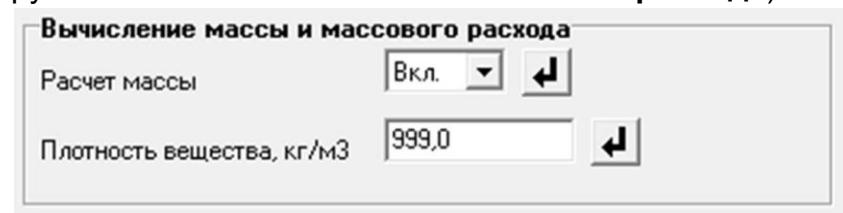

Рис.17. Вид группы параметров «Вычисление массы и массового расхода».
2.10.1. Для включения функции вычисления массового расхода и массы контролируемой жидкости необходимо параметру **Расчет массы** установить значение **Вкл.** (рис.17) и ввести среднее значение **Плотности вещества** ($\text{кг}/\text{м}^3$) с учетом возможного диапазона ее изменения (вкладка **Доп. настройки** основного окна «Монитора», группа **Вычисление массы и массового расхода**).